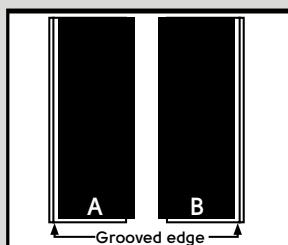

Fig. 3
- Open meerdere dozen met het materiaal. De planken zijn op de achterkant gemarkerd met de letters 'A' en 'B' (zie onderstaand schema). Scheid de verschillende planken in stapels met de randen in dezelfde richting. Voor een natuurlijker resultaat legt u vóór installatie de planken binnen elke stapel door elkaar (Fig. 3).